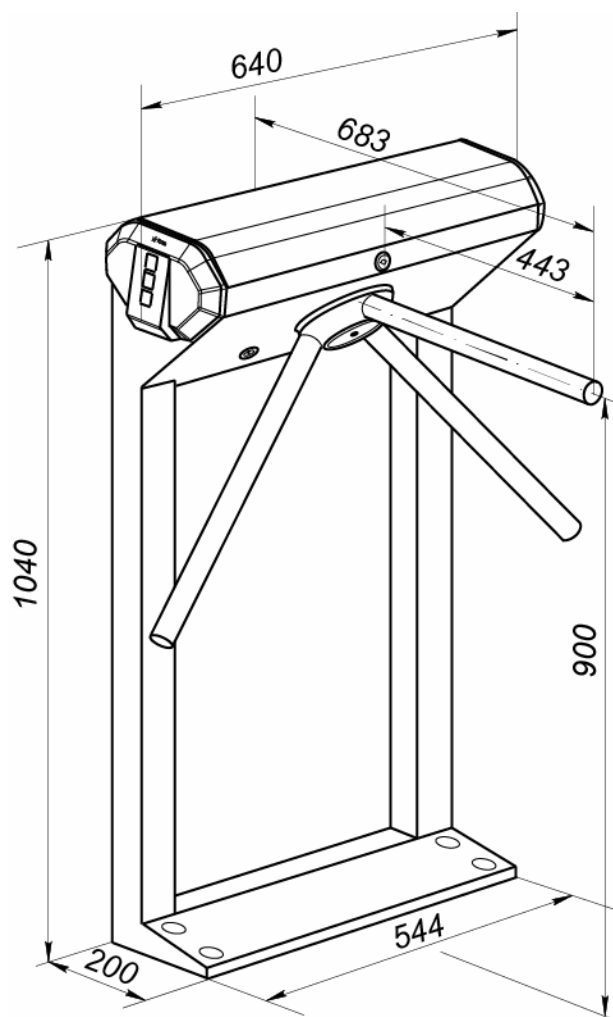
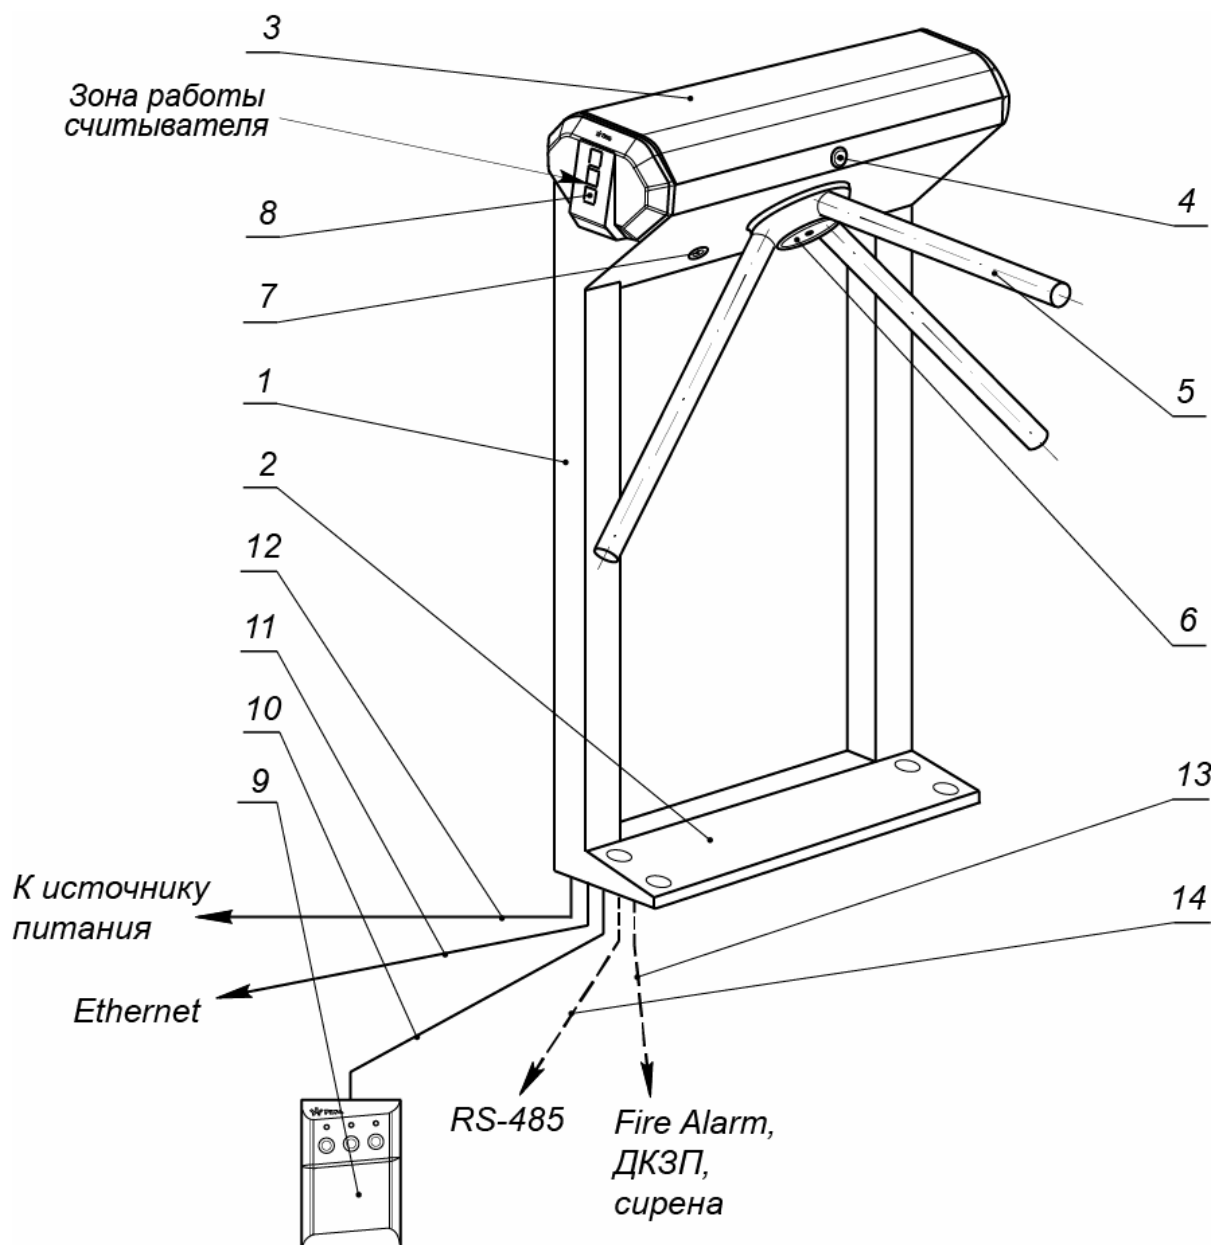

Рисунок 1. Габаритные размеры ЭП
Рисунок 2. Устройство ЭП
5.2.1 Устройство ЭП показано на рис. 2. Номера позиций в тексте *Руководства* указаны в соответствии с рис. 2. Габаритные размеры ЭП показаны на рис. 1. ЭП состоит из стойки со встроенными контроллером и двумя считывателями, трех преграждающих планок и ПДУ (см. рис. 2, позиции 1-3, 5 и 9).